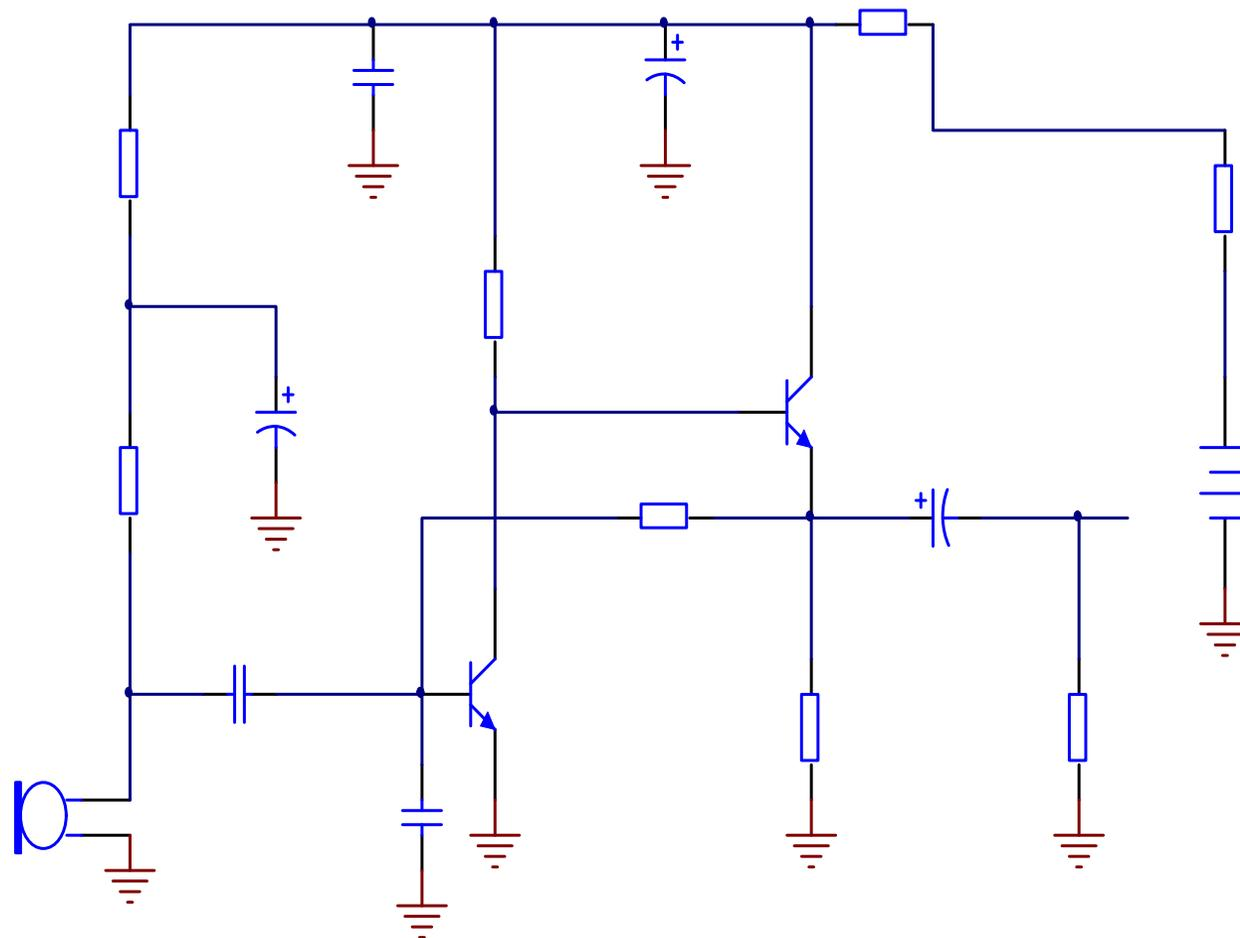

图4-21 计算机传声器的电路原理图
11. 按照本任务的学习内容，请绘制图4-21和图4-22所示电路原理图相对应的PCB图。